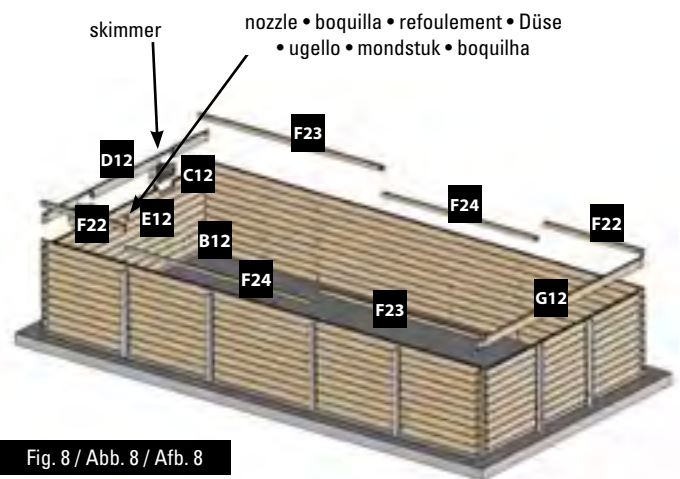

Fig. 8 / Abb. 8 / Afb. 8
**EN Skimmer:** • Place the specific boards of the skimmer facing the prevailing winds. Boards (C12) and (D12) will always be placed over a panel starting by board (B12) (figure 8). • The skimmer will not be stable until the pool is filled. **The skimmer (with its flap) is fitted as the same time as the finishing board.**
**FR Skimmer:** • Placez les madriers spécifiques au skimmer face aux vents dominants. Les madriers (C12) et (D12) se positionnent toujours sur un pan commençant par un madrier (B12) (figure 8). • Tant que le bassin n'est pas rempli, le skimmer ne sera pas stable. **Le skimmer (avec son volet) s'emboîte en même temps que le madrier de finition.**
**NL Skimmer:** • Plaats de planken die specifiek voor de skimmer zijn met het gezicht op de overheersende windrichting. De planken (C12) en (D12) worden altijd op een paneel geplaatst en er wordt begonnen met plank (B12) (afbeelding 8). • Zolang het zwembad niet is gevuld, zal de skimmer niet stabiel zijn. **De skimmer (samen met zijn afsluiter) wordt op het zelfde moment ertussen gezet als de plank voor de afwerking.**